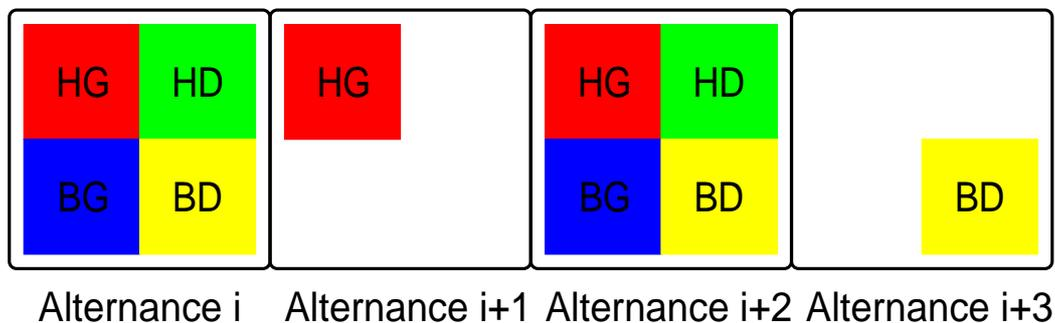

Figure 23: Affichage de la séquence
Le but final est d'obtenir à l'écran une alternance à l'affichage entre toutes les couleurs affichées en même temps et la couleur choisie par le générateur pseudo-aléatoire, comme représentée par la figure 23. Sur cette figure durant les alternances i et $i+2$ toutes les couleurs sont affichées, et durant les alternances $i+1$ et $i+3$ seule la couleur choisie par le générateur pseudo-aléatoire est affichée. Toutes les alternances ont la même durée.
Une fois que vous savez synchroniser votre écran et afficher une couleur, il faut maintenant découper cet écran en 4 zones telles que celles visibles sur la figure 23.
3. Décrivez en VHDL un système capable d'afficher 4 couleurs sur l'écran comme visible sur la figure 23 à l'aide de ces informations de milieu.